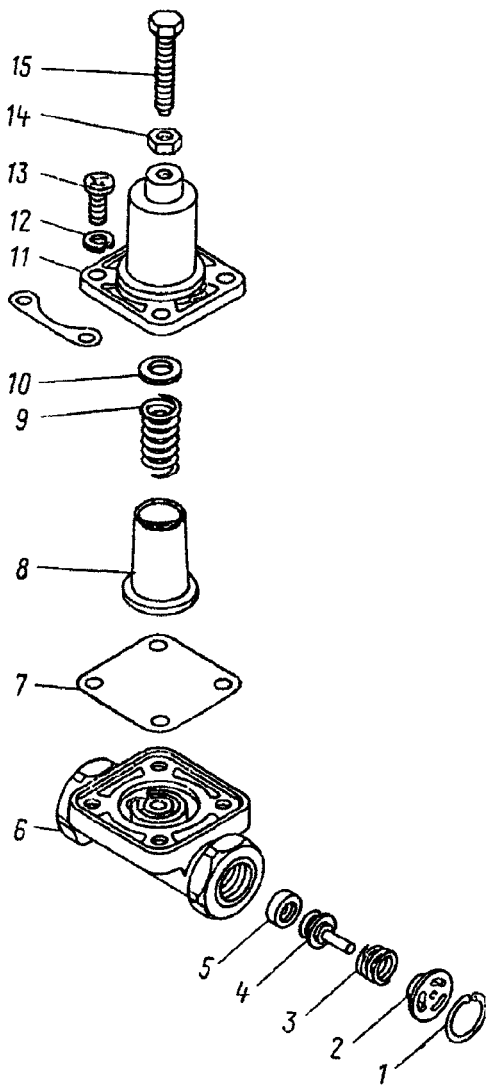

Рис. 319. Клапан защитный одиарный:
2. Выверните регулировочный винт 15 (рис. 319) и контргайку 14	Торцовый ключ 10 мм, ключ 13 мм, Отвертка